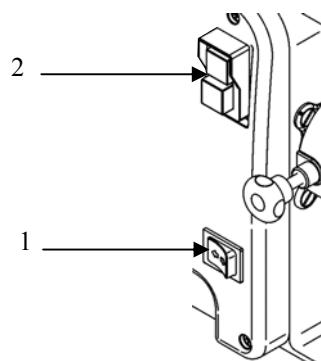

РИС. 8 - Положение органов управления
3. поместить продукт в воронку (8), затем включить машину с помощью кнопки «I» (поз. 2 - РИС. 8);
4. поднять пестик (7) и поместить продукт в емкость; использовать пестик только для того, чтобы поместить продукт в горловину, не прилагая при этом усилия;
6. По завершении резки остановить машину, нажав на кнопку остановки «0» (см. РИС. 8), затем снять и тщательно очистить горловину и все ее компоненты (см. РИС. 1).
7. В случае застревания или трудностей при измельчении выключить машину и нажимать с перерывами на кнопку «I» обратного хода (поз. 1 на РИС. 8); затем запустить машину с помощью кнопки пуска «I» (поз. 2 на РИС. 8).
3. поднять рычаг терки (14) и поместить продукт на горловину терки, закрепив его рычагом. Количество продукта, загруженного в горловину, должно быть таким, чтобы рычаг закрывался.
4. Удовостериться в том, что поддон (11) установлен надлежащим образом (полностью вставлен до соприкосновения с корпусом машины), чтобы микровыключатель срабатывал, делая возможным включение машины.
6. Включить машину с помощью кнопки «I» (поз. 2 - РИС. 8);
7. По завершении переработки остановить машину, нажав на кнопку остановки «0» (см. РИС. 8), затем снять и тщательно очистить горловину и все ее компоненты (см. пар. 6.2).
7. В случае застревания или блокирования валика выключить машину и нажимать с перерывами на кнопку «I» обратного хода (поз. 1 на РИС. 8); затем запустить машину с помощью кнопки пуска «I» (поз. 2 на РИС. 8).
- 1 нажать кнопку включения «I» (поз. 2 - РИС. 8) и кнопку остановки «0» (поз. 2 - РИС. 8);
- 2 проверить, изменяется ли направление вращения валика терки при нажатии кнопки изменения направления хода (поз. 1 - РИС. 8).